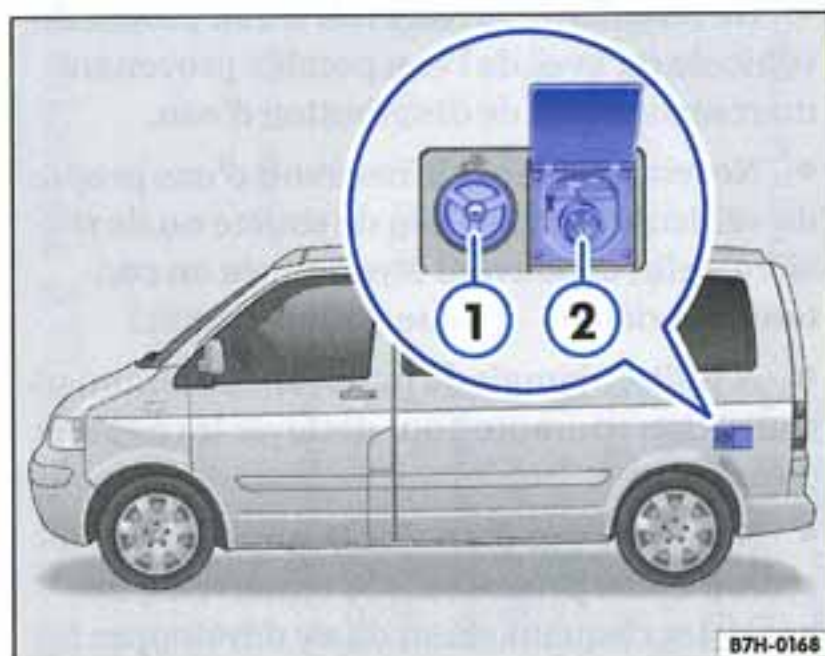

Fig. 41 Orifice de remplissage d'eau propre ① et prise de courant extérieure 230 volts ②
- Déverrouillez le bouchon de l'orifice de remplissage d'eau propre ⇒ fig. 41 ① à l'aide de la clé correspondante.